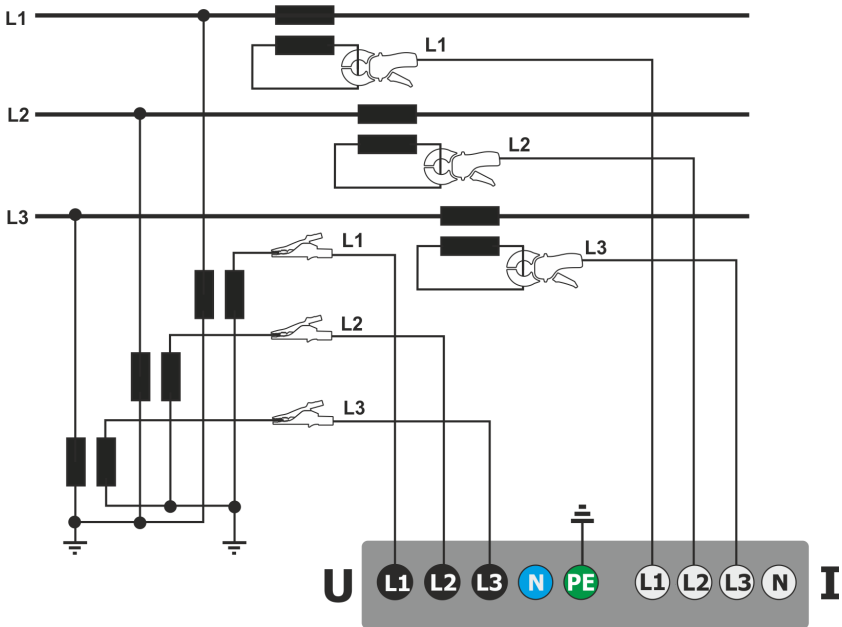

Abb. 44. Schaltbild – indirekte Messung am Mittelspannungs 3-Phasen 3-Leiter Netz
- 3-Phasen 3-Leiter Netzen (Abb. 44)